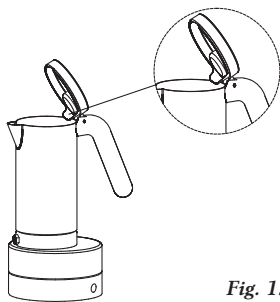

Fig. 13
- Um dispositivo especial na parte de dentro da tampa impede que a condensação se deposite no corpo da Cafeteira. (fig. 13)